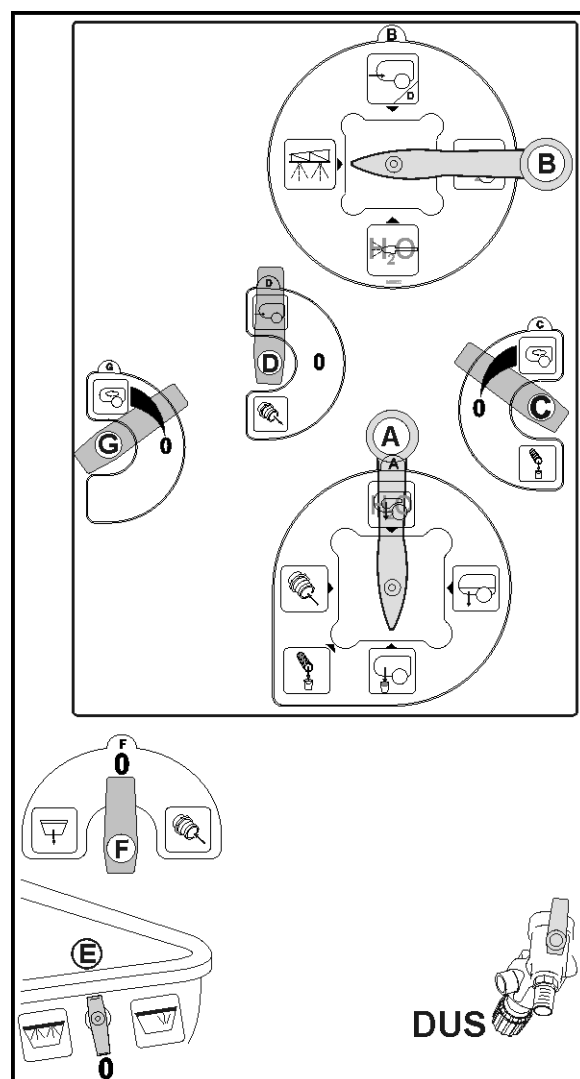

Fig. 134
Rengør sugefilteret (Fig. 134) dagligt efter rengøringen af marksprøjten.
1. Løsn sugefilterets dæksel (Fig. 134/2).
2. Tag dæksel og sugefilter (Fig. 134/3) af og rengør disse med vand.